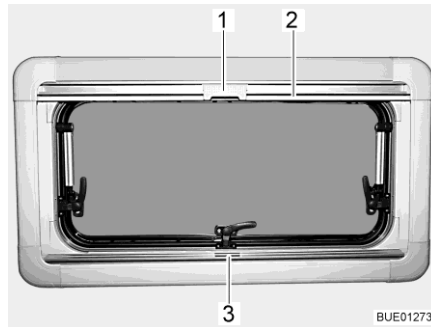

Bild 101 Ausstellfenster
- Faltverdunklung in der Mitte der Griffleiste (Bild 101,3) fassen, von unten nach oben ziehen und auf der gewünschten Höhe loslassen. Die Faltverdunklung bleibt in dieser Höhe stehen.
- Insektenschutzrollo an der Griffleiste (Bild 101,2) nach unten ziehen, bis es an der Griffleiste der Faltverdunklung (Bild 101,3) anstößt.
- Raste (Bild 101,1) am Insektenschutzrollo mit der Griffleiste der Faltverdunklung verriegeln.
- Raste (Bild 101,1) am Insektenschutzrollo oben nach hinten drücken.
- Insektenschutzrollo an der Griffleiste (Bild 101,2) langsam zurückführen.